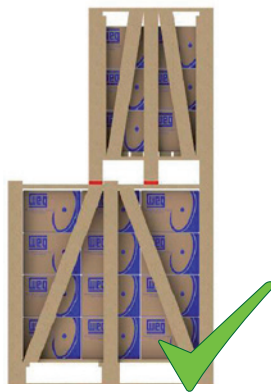
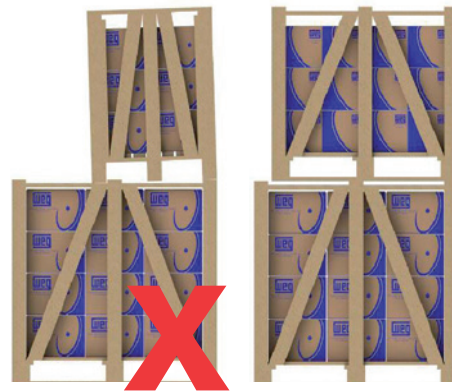

Figura 28 - Apilamiento adecuado
Figura 29 - Apilamiento inadecuado
3) Las patas de los embalajes superiores deben estar apoyadas sobre calces de madera (Figura 28) no sobre cintas de acero ni pueden permanecer sin apoyo (Figura 29);